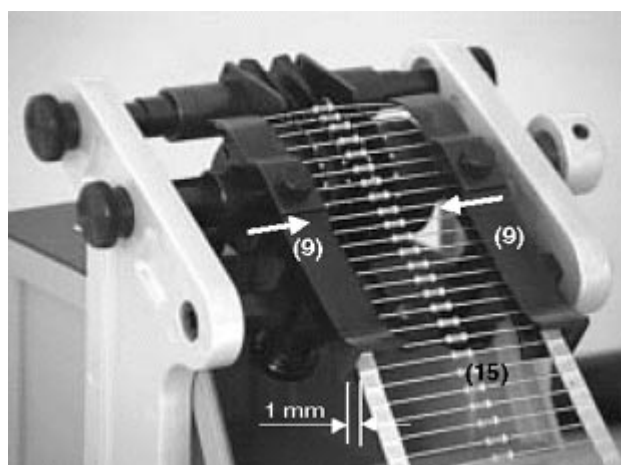

Fig 4
- Legen Sie den Gurt mit den Bauteilen ein (Fig. 4, 15).
- Schieben Sie die Bandführungen (Fig 4, 9) zusammen. Zwischen Bandführungen und Gurt soll noch etwas Spiel bleiben (Fig. 4)
- Insert the belt with the components (Fig. 4, 15).
- Slide the belt guides (Fig. 4, 9) together. There should be a small amount of play between belt guides and belt (Fig. 4).
- Mettre en place la bande de composants (fig. 4, 15).
- Rapprocher les guides de bande (fig. 4, 9), en laissant un peu de jeu entre les guides et les côtés de la bande.